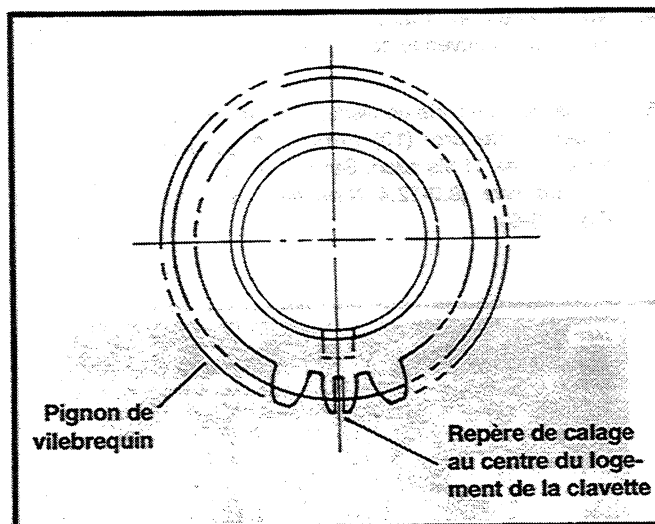
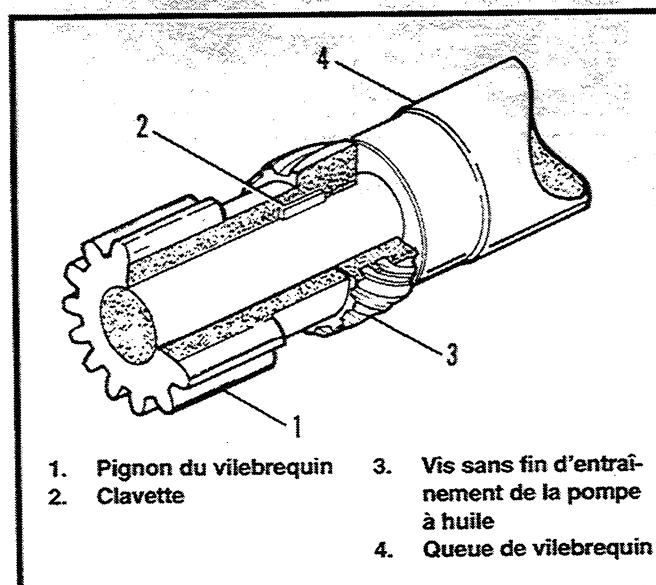

Figure 3-59. Repère de calage du pignon de vilebrequin et trou de la clavette
Figure 3-60. Vis sans fin d'entraînement de la pompe à huile et pignon du vilebrequin installés sur la queue du vilebrequin
1. Voir Figure 3-49. Installez la vis sans fin d'entraînement de la pompe à huile (12) le pignon du vilebrequin (5) sur la queue du vilebrequin. Remarquez que le repère de calage sur la dent du pignon du vilebrequin est alignée avec l'encoche de la clavette comme le montre la Figure 3-59. Voir Figure 3-60. Le repère de calage facilite l'installation du pignon (1) sur la clavette de l'arbre (2) et contre la vis sans fin d'entraînement de la pompe à huile (3) sur la queue du vilebrequin(4).